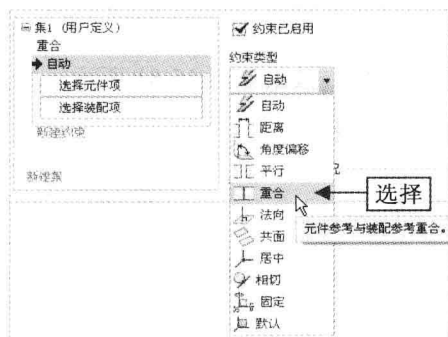

图 15-75 选择“重合”选项
Step 05 在“放置”下滑面板中单击“新建约束”按钮，新建一个约束，单击“约束类型”右侧的下拉按钮，在弹出的下拉列表中选择“重合”选项，如图 15-75 所示。